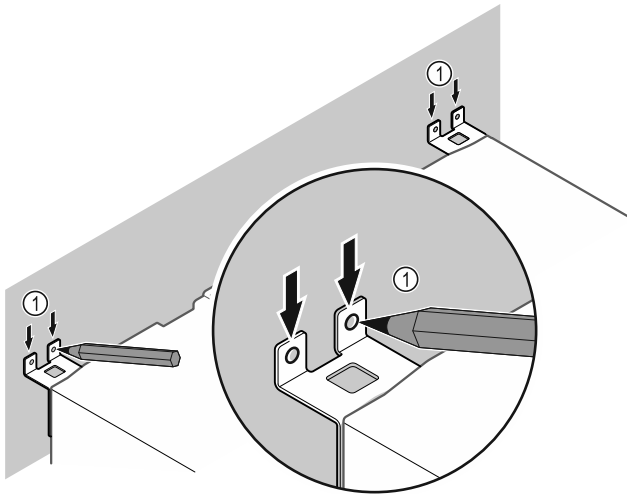

Fig. 11
- ▶ Встановити маркування на стіні Fig. 11 (1).